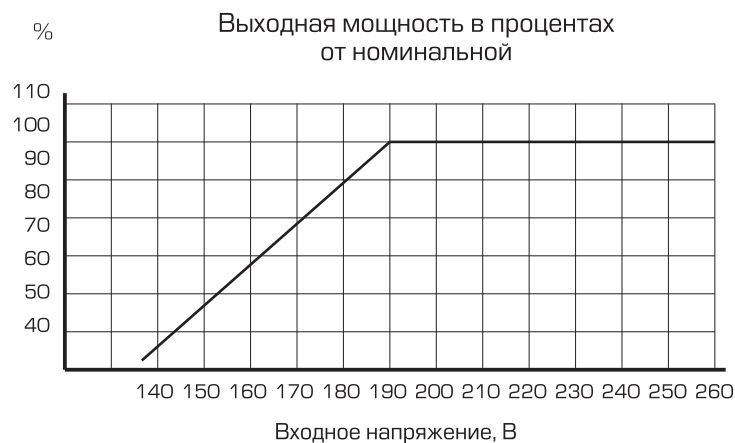

рис. 1
*Расчет мощности произведен для работы стабилизатора при входном напряжении от 190 В. Если напряжение ниже 190 В, необходимо учитывать поправку согласно рис.1.